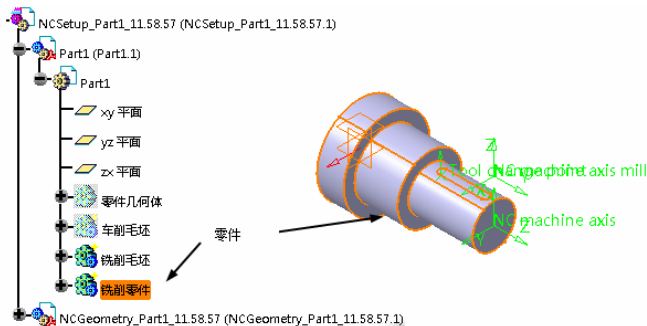

图 7-113 定义目标加工零件 (4)
6) 定义目标加工零件 (4)。单击 Design part for simulation 按钮，系统自动隐藏“Part Operation”对话框，在图形区选择如图 7-113 所示的实体模型作为目标加工零件，然后双击空白处返回“Part Operation”对话框。